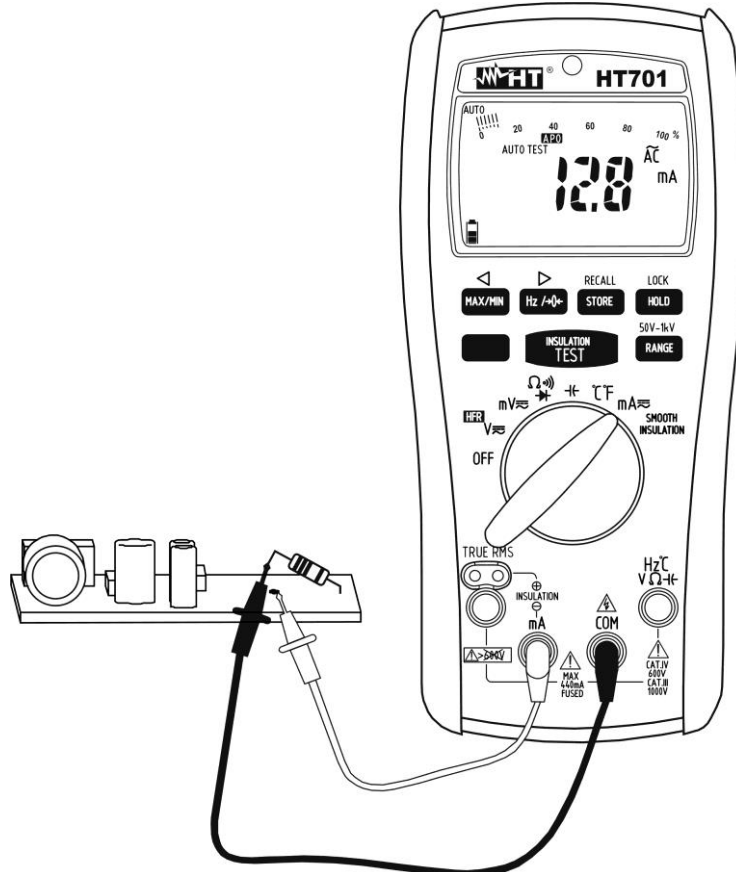

Abb. 5: Verwendung des Gerätes für Wechselstrommessung
5. Verbinden Sie die rote Messleitung mit der **mA** Eingangsbuchse, und die schwarze Messleitung mit der **COM** Eingangsbuchse (siehe Abb. 5)